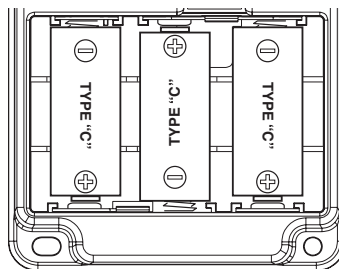

Figure 4
1. Si le carillon n'est pas branché au transformateur, installez 3 piles alcalines « C ». Prenez soin d'orienter les piles correctement (voir la Figure 4).